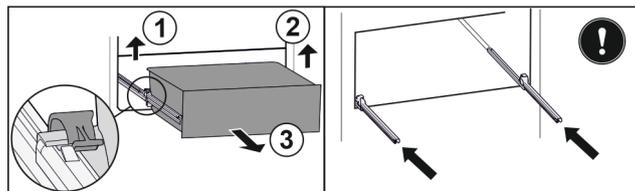

Fig. 98
- Linke Klemme anheben und gleichzeitig Schubfach links nach vorne ziehen. Fig. 98 (1)
- Rechte Klemme anheben und gleichzeitig Schubfach rechts nach vorne ziehen. Fig. 98 (2)
- Schubfach nach vorne entnehmen. Fig. 98 (3)